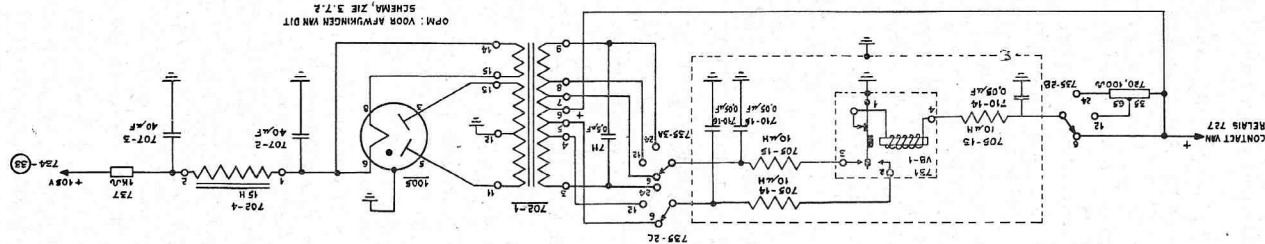

Fig. 45. PE-237, hoogspannings-voorziening ontvanger, bij paraat-instelling
De gloeidraadschakeling van de ontvanger wordt dan verbonden met het moedercontact van het schakelaarsegment 735-2A, waardoor er gloeistroom gaat vloeien, welke ook door het relais 727 gaat (relais 726 is niet bekrachtigd). De contacten van relais 727 voeren de accuspanning naar de schakeling voor de hoogspanningsvoorziening (zie fig. 45).
- b. De in fig. 45 voorkomende schakelaarsegmenten zijn weer alle onderling gekoppeld en maken deel uit van de spanningskeuzeschakelaar 735. Zij is getekend in de stand 6 V. Via de HF smoorspoel 705-13 en het schakelaarsegment 735-2B is het trilrelais 731, VB-1, met de + leiding verbonden. In de standen 12 en 24 V wordt nog een weerstand van 35 Ω , respectievelijk 100 Ω in serie met deze leiding opgenomen.